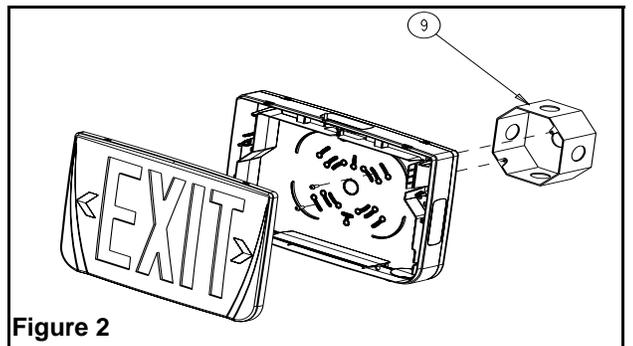

Figure 2
- a. Aucun socle n'est requis. Découper les trous appropriés sur le dos de l'enseigne, incluant le trou central, afin d'obtenir le patron nécessaire à l'installation de l'enseigne sur la boîte de jonction (voir fig. 2). Passer les fils d'alimentation CA par le trou au centre du dos de l'enseigne et effectuer les connexions nécessaires. Pousser les fils dans la boîte de jonction et fixer le dos de l'enseigne. Passer à l'étape 6.